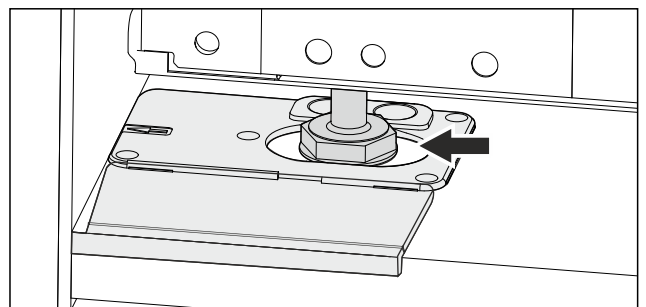

Fig. 50
- Suuntaa laite säätöjalkojen avulla. Fig. 50 ()